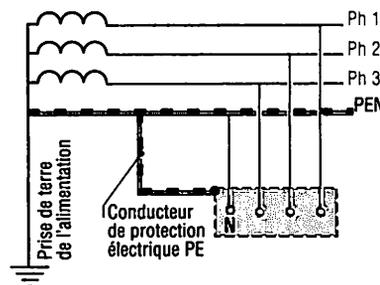

Fig. 8 : Mise au neutre TN.
b) Mise au neutre : TN (fig. 8)